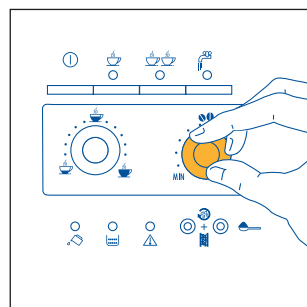
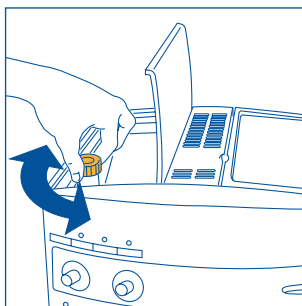

Fig. 7
Fig. 17
- 2) Regolare la manopola di destra (fig. 7) per impostare il gusto desiderato del caffè. Più si ruota in senso orario e maggiore sarà la quantità di caffè in grani che la macchina macinerà e quindi più forte sarà il gusto del caffè ottenuto. Al primo utilizzo è necessario procedere a tentativi e fare più di un caffè per individuare la corretta posizione della manopola. Fare attenzione a non ruotare troppo in senso orario altrimenti c'è il rischio di ottenere un'erogazione troppo lenta (a gocce), soprattutto quando si richiedono due tazze di caffè.
NOTA 1: Se il caffè fuoriesce a gocce oppure non esce del tutto, è necessario ruotare la manopola di regolazione macinatura (fig. 17) di uno scatto in senso orario (vedi par. 6). Procedere di uno scatto alla volta fino ad ottenere un'erogazione soddisfacente.
NOTA 2: Se il caffè fuoriesce troppo velocemente e la crema non è soddisfacente; ruotare un po' la manopola di destra (fig. 7) in senso orario. Procedere a tentativi e fare più di un caffè per individuare la corretta posizione della manopola. Fare attenzione a non ruotare troppo in senso orario altrimenti c'è il rischio di ottenere un'erogazione troppo lenta (a gocce), soprattutto quando si richiedono due tazze di caffè. Se, dopo qualche caffè, non si ottiene una crema soddisfacente, ruotare anche la manopola di regolazione macinatura (fig. 17) di uno scatto in senso antiorario (vedi par. 6).
Per risolvere questo inconveniente è necessario regolare il grado di macinatura del macinacaffè ruotando la manopola di regolazione macinatura (fig. 17) di uno scatto in senso antiorario (come descritto nel cap. 6).
Tuttavia se dopo aver fatto i primi caffè, l'erogazione dovesse risultare troppo veloce o troppo lenta (a gocce), è necessario effettuare una correzione con la manopola di regolazione del grado di macinatura (fig. 17). Ruotandola di uno scatto in senso orario (pari a una cifra) si ottiene invece un'erogazione del caffè più veloce (senza gocce).